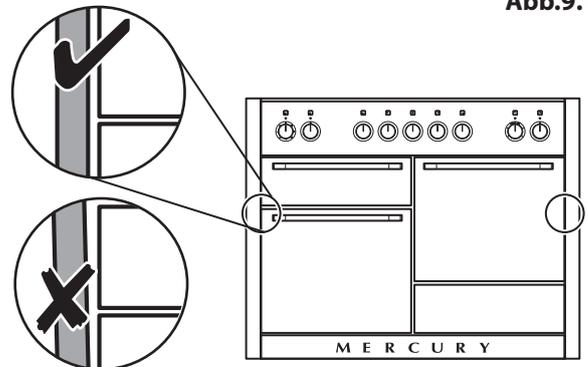
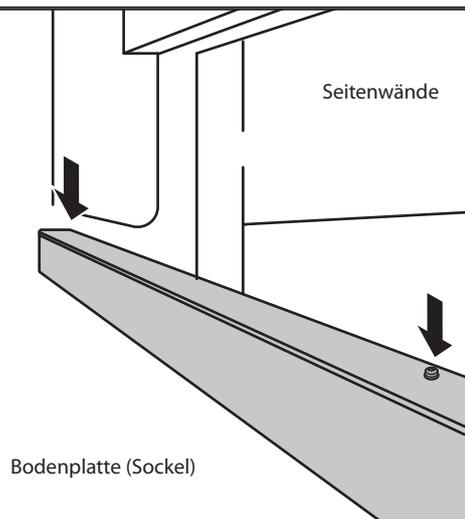

Abb.9.17
Abb.9.18
2. Nehmen Sie nun die beiden Schrauben und den beiliegenden Imbusschlüssel um die Bodenplatte lose auf den Halterungen zu befestigen (**Abb.9.18**). Ziehen Sie die Schrauben **NOCH NICHT FEST**.
3. Richten Sie die Bodenplatte so aus, dass die Lücke zwischen den Seitenplatten und der Tür gleich sind (**Abb.9.17**). Nachdem alles in der richtigen Position ist, ziehen Sie zuerst die Halterungsschrauben und dann die Schrauben der unteren Blende mit einem geeigneten flachen Imbusschlüssel an (**Abb.9.18**).